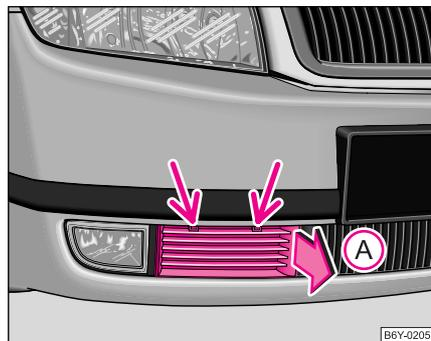

Abb. 160 Vordere Stoßfänger: Schutzgitter
- Den Schraubendreher durch die Öffnung des Schutzgitters (nähe Kennzeichen) stecken ⇒ Seite 226, Abb. 160 und nach unten drücken, dabei die Federsicherung des Schutzgitters abdrücken. Gleichzeitig mit einer Hand das Randteil des Schutzgitters (Pfeil **A**) fassen und lösen.